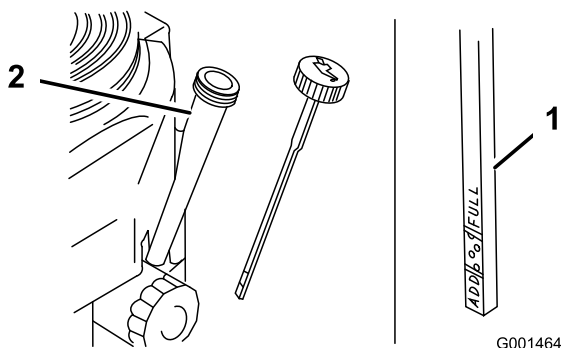

Figura 26
4. Pulite attorno all'asta di livello (Figura 26) in modo che la morchia non possa penetrare nel foro di rifornimento e danneggiare il motore.
5. Svitare l'asta di livello dell'olio e pulitene l'estremità (Figura 26).
6. Inserite a fondo l'asta di livello nel tubo di rifornimento, senza avvitarla (Figura 26).
8. Versate lentamente nel tubo di rifornimento (Figura 26) l'80% circa dell'olio indicato.